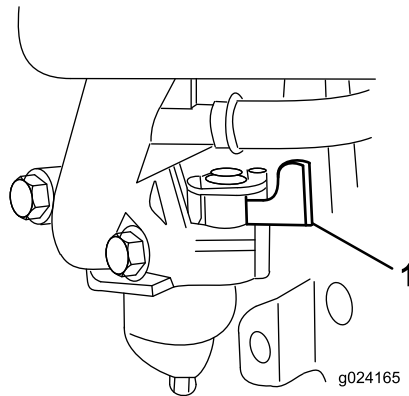

Figura 15
2. Abra la válvula de combustible moviendo la palanca de la válvula de combustible a la **derecha** (Figura 15).
Nota: Cierre la válvula de combustible moviendo la palanca de la válvula de combustible (Figura 15) a la **izquierda** a menos que vaya a volver a arrancar el motor en breve.